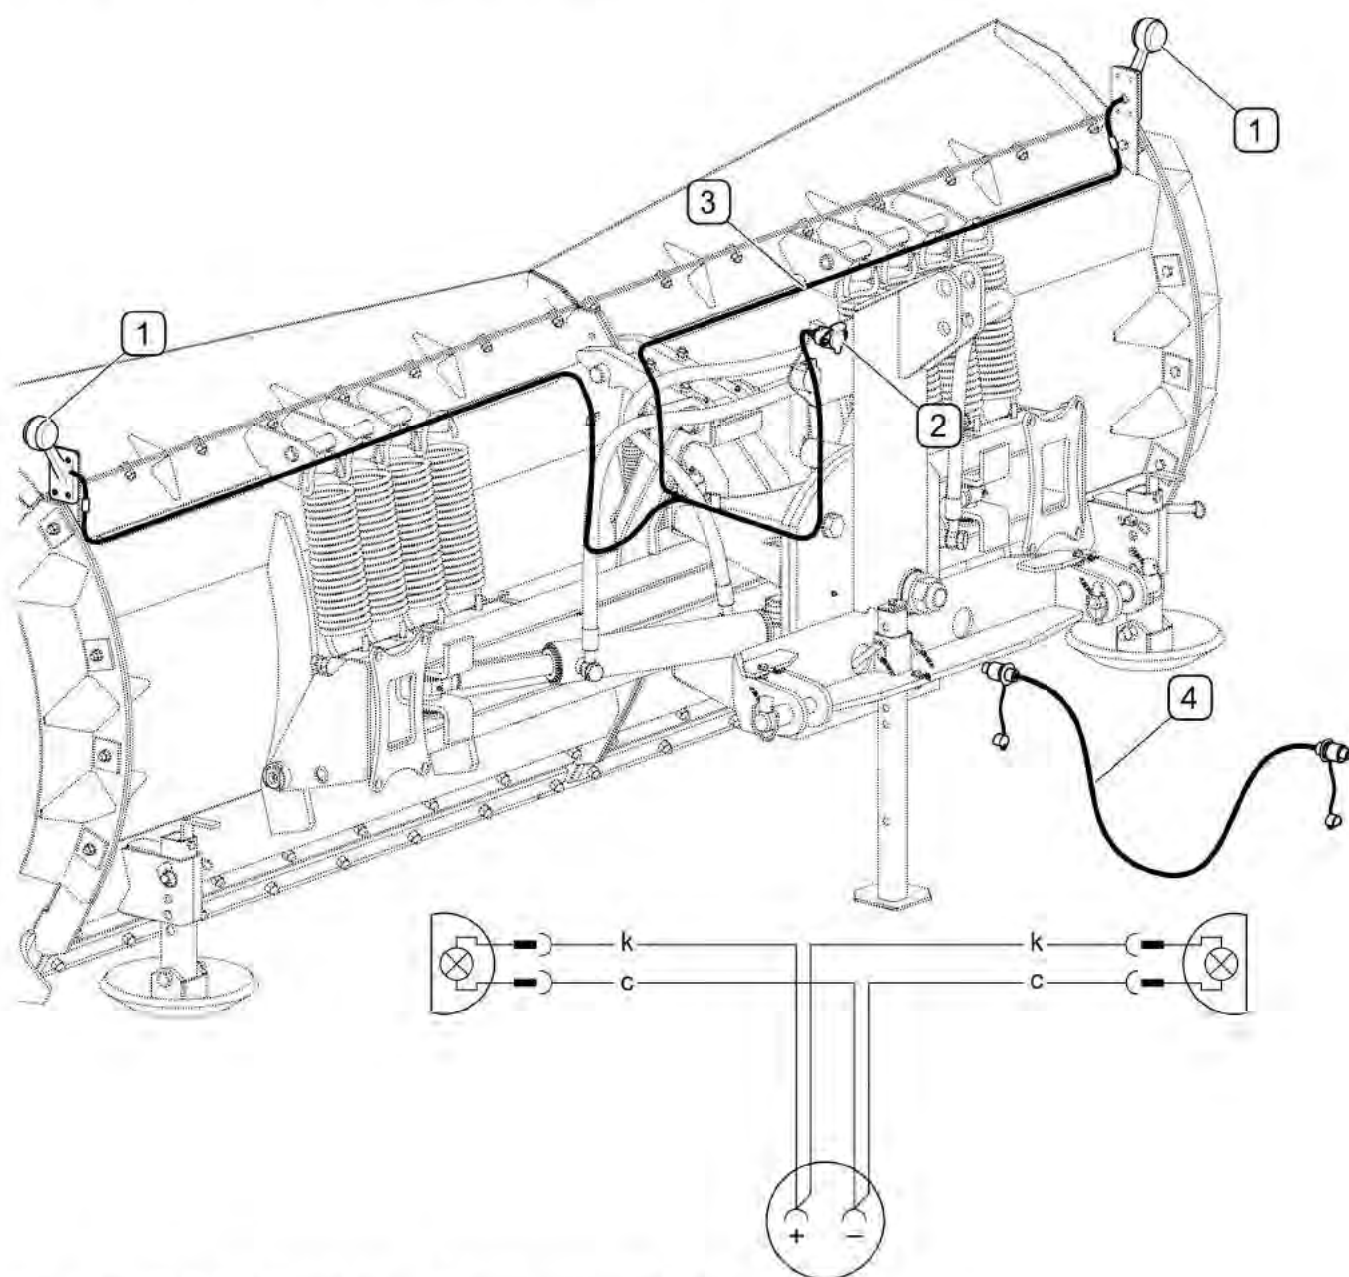

РИСУНОК 3.4 Устройство электрической системы
(1)- боковой габаритный фонарь; (2)- 3-пиновый разъем; (3)- электропровода;
Электрическая система (РИСУНОК 3.4) питания боковой габаритной сигнализации плуга состоит из двух габаритных фонарей (1) и пучка электропроводов с 3-пиновым разъемом (2) на конце. Электросистема плуга соединяется с электросистемой трактора (транспортного средства) при помощи присоединительного провода (4). В тракторах Pronar предусмотрен дополнительный разъем на пучке электропроводов, питающих передние фары, к которому можно подсоединять 3-пиновый разъем. Для того, чтобы можно было управлять разъемом из кабины трактора, необходимо установить на панели дополнительный выключатель (если не установлен на заводе) и подсоединить к нему соответствующие клеммы электропроводов, входящих в состав пучка, питающего передние фары.